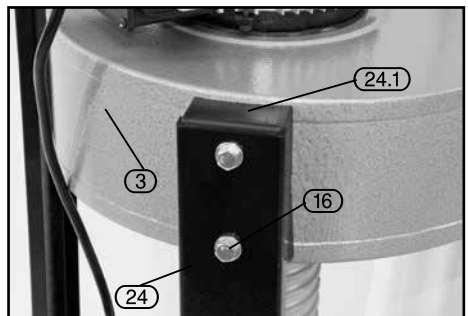

FIG. 3
8.3 UPRIGHT SUPPORTS – FIGS. 3 – 4